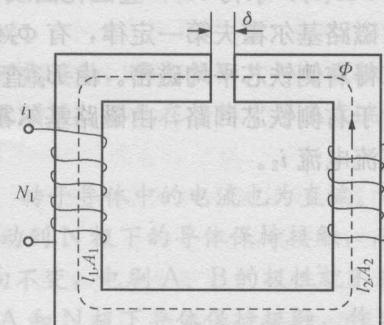

图 1-10
7. 矩形铁芯有两个线圈, 如图 1-10 所示, 匝数分别为 N_1 和 N_2 , 电流分别为 I_1 和 I_2 。